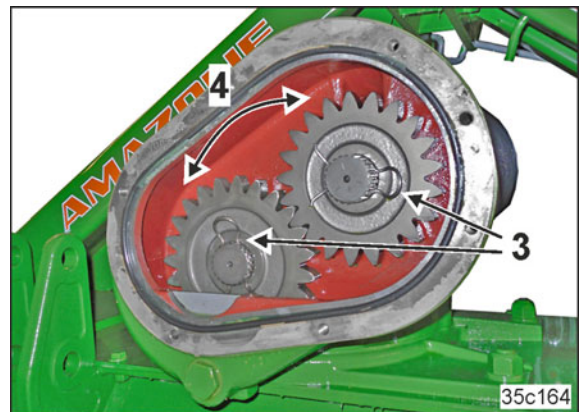

Рис. 161
8. Снимите удерживающие пружины (Рис. 161/3).
- o поменяйте их местами (Рис. 161/4) или